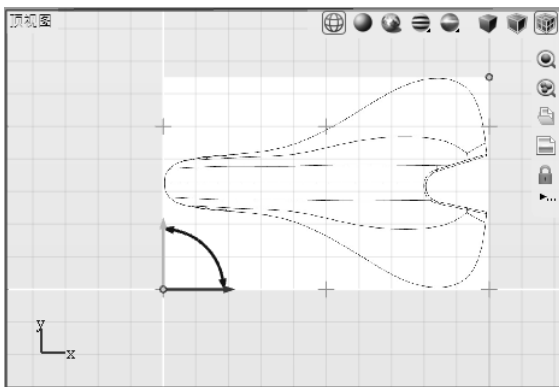

图 2-13 背景图片置入效果
4) 当自动弹出“选择图片”对话框时，请选择素材文件夹“练习（2.1.5）”中的图片“座椅_顶视图.jpg”，图片置入后如图 2-13 所示。